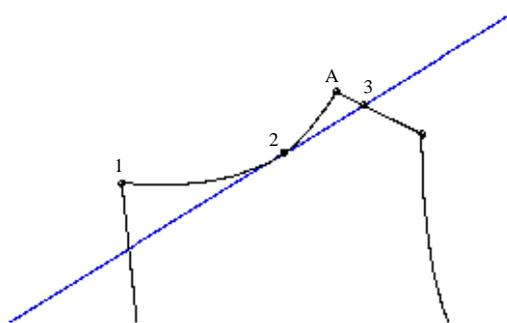

Figura 2-25.
15. Seleccione el Snap Intersección. Haga clic sobre la intersección de la línea de ayuda con la curva del cuello, lo cual es el punto 2. Un nuevo punto será añadido en la curva del cuello en esta intersección como se muestra en la Figura 2-25.